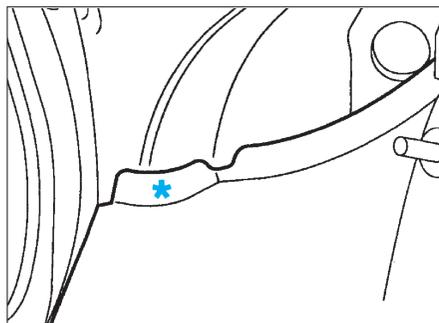
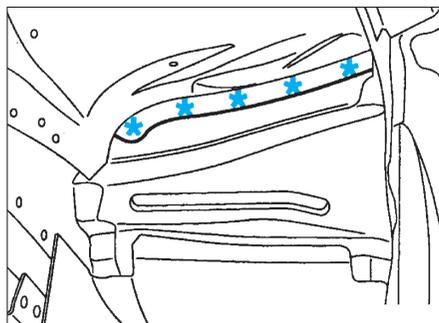
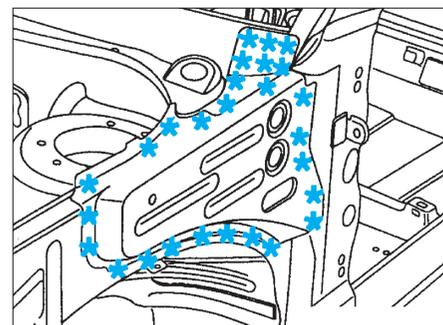

FIG. 29
FIG. 30
FIG. 31
- Découper par fraisage des points (Fig.29), (Fig.30) et (Fig.31).